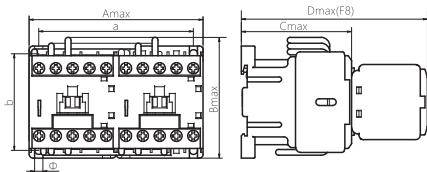

图2 NC8-06M/N~12M/N系列可逆交流接触器外形与安装示意
**6.2 NC8-06M/N~12M/N系列可逆交流接触器安装尺寸、外形尺寸与接线能力**，见图2及表4，型号规格重量见箱贴。